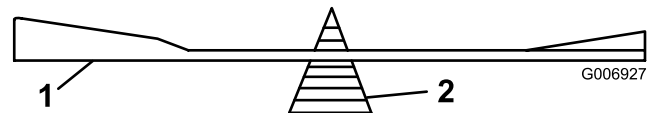

Bild 34
2. Überprüfen Sie die Auswuchtung jedes Messers auf einer Ausgleichsmaschine (Bild 34). Wenn das Schnittmesser in seiner horizontalen Position bleibt, ist es ausgewuchtet und kann wiederverwendet werden. Feilen Sie, wenn das Schnittmesser nicht ausgewuchtet ist, an der Rückseite des Messers etwas Metall ab. Wiederholen Sie diesen Vorgang, bis das Messer ausgewuchtet ist.